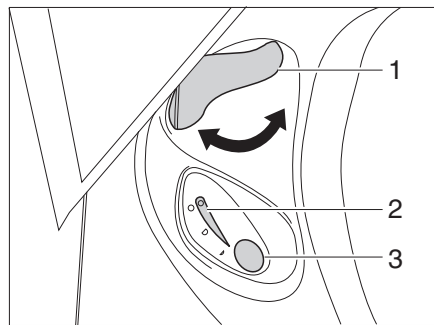

Fig. 160 Unité de commande des toilettes Thetford
- Avant d'actionner la chasse d'eau, ouvrir le curseur des toilettes Thetford. Tourner pour cela le levier du curseur (Fig. 160,1) dans le sens inverse des aiguilles d'une montre.
- Pour actionner la chasse d'eau, appuyer sur le bouton bleu (Fig. 160,3).
- Après avoir actionné la chasse d'eau, fermer le curseur. Tourner le levier du curseur (Fig. 160,1) dans le sens des aiguilles d'une montre.
Le voyant de contrôle (Fig. 160,2) s'allume lorsque la cassette Thetford doit être vidée.
- Tourner le levier du curseur (Fig. 160,1) dans le sens des aiguilles d'une montre. Le curseur se ferme. Pour la vidange il **faut** que le curseur des toilettes Thetford soit fermé.